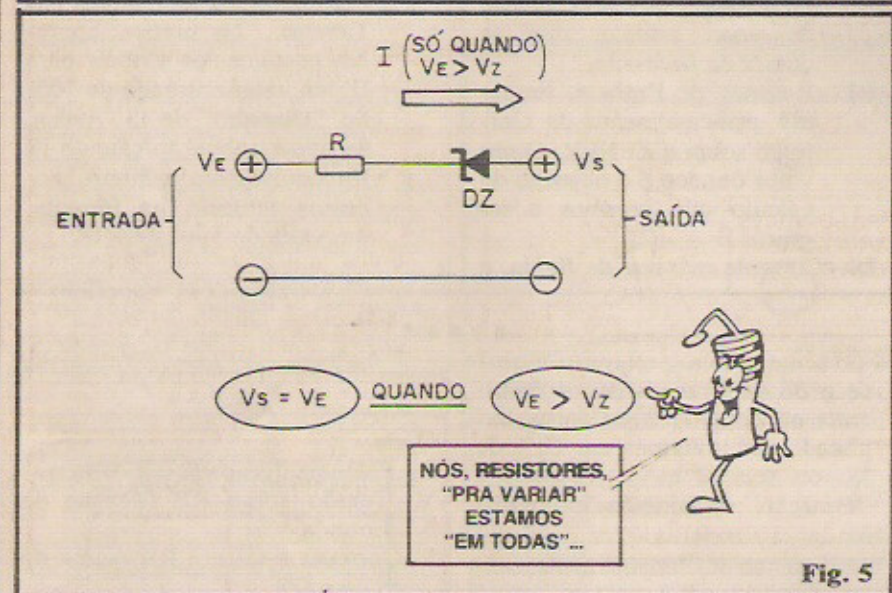

Fig. 5
- FIG. 5 - Até agora, deu pra notar que, enquanto os diodos comuns ficam "em série" com a aplicação, ou seja, com o componente, bloco, circuito ou carga que devem "usufruir" do trabalho do componente, os **zeners** são circuitados "em paralelo" com a aplicação, para que possam bem realizar sua ação reguladora da tensão aplicada a tal utilização... Existe, porém uma outra maneira de se usar um zener, na função de "BLOQUEAR TENSÃO ATÉ...". Explicando: se circuitado conforme mostra o diagrama da fig. 5, enquanto a Tensão de Entrada (V_E) for inferior à Tensão ZENER de DZ, este, agindo como um diodo comum, bloqueará completamente a passagem de qualquer Corrente na direção da Saída (V_S , então, não se manifesta...). Quando, porém a